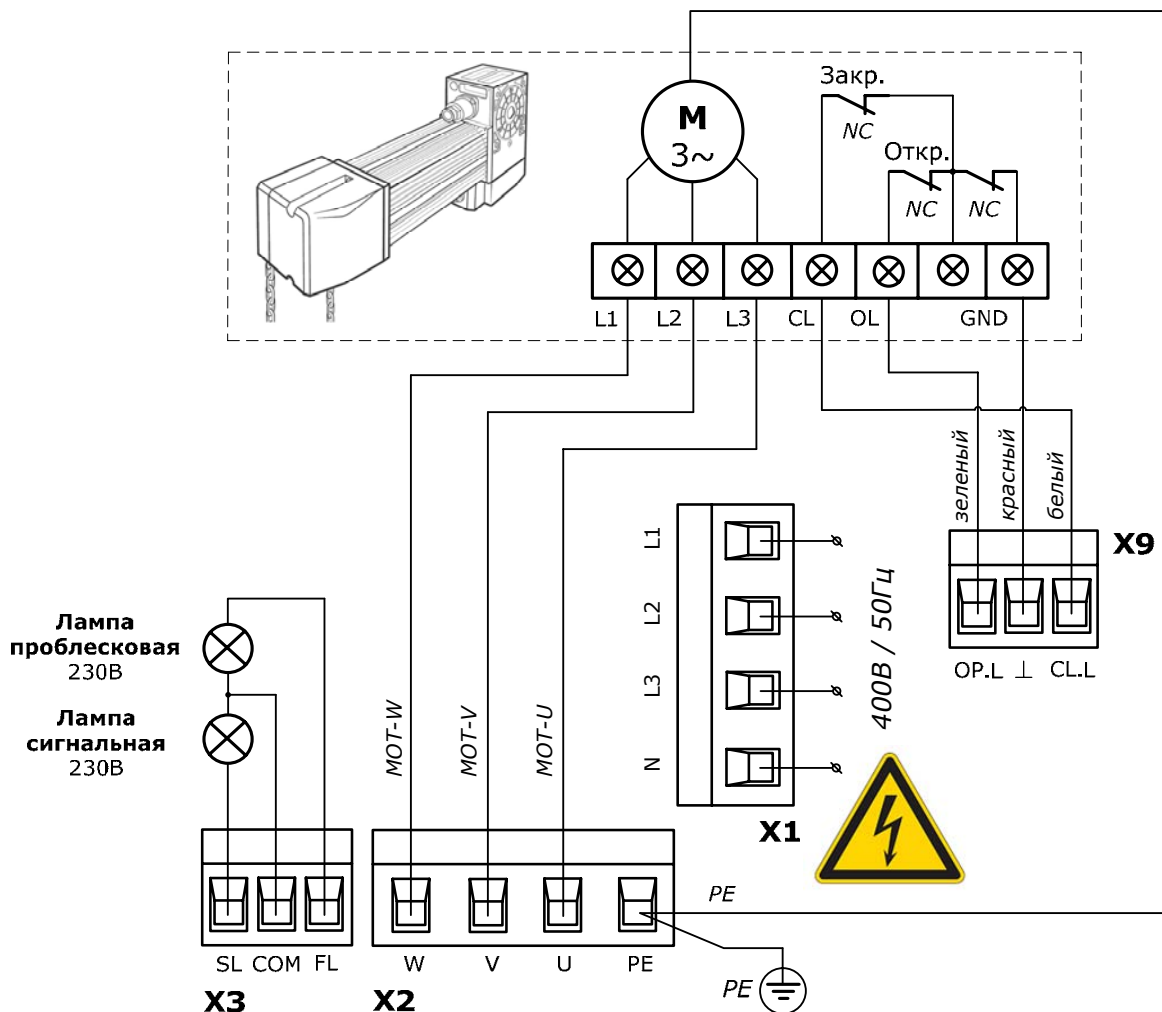
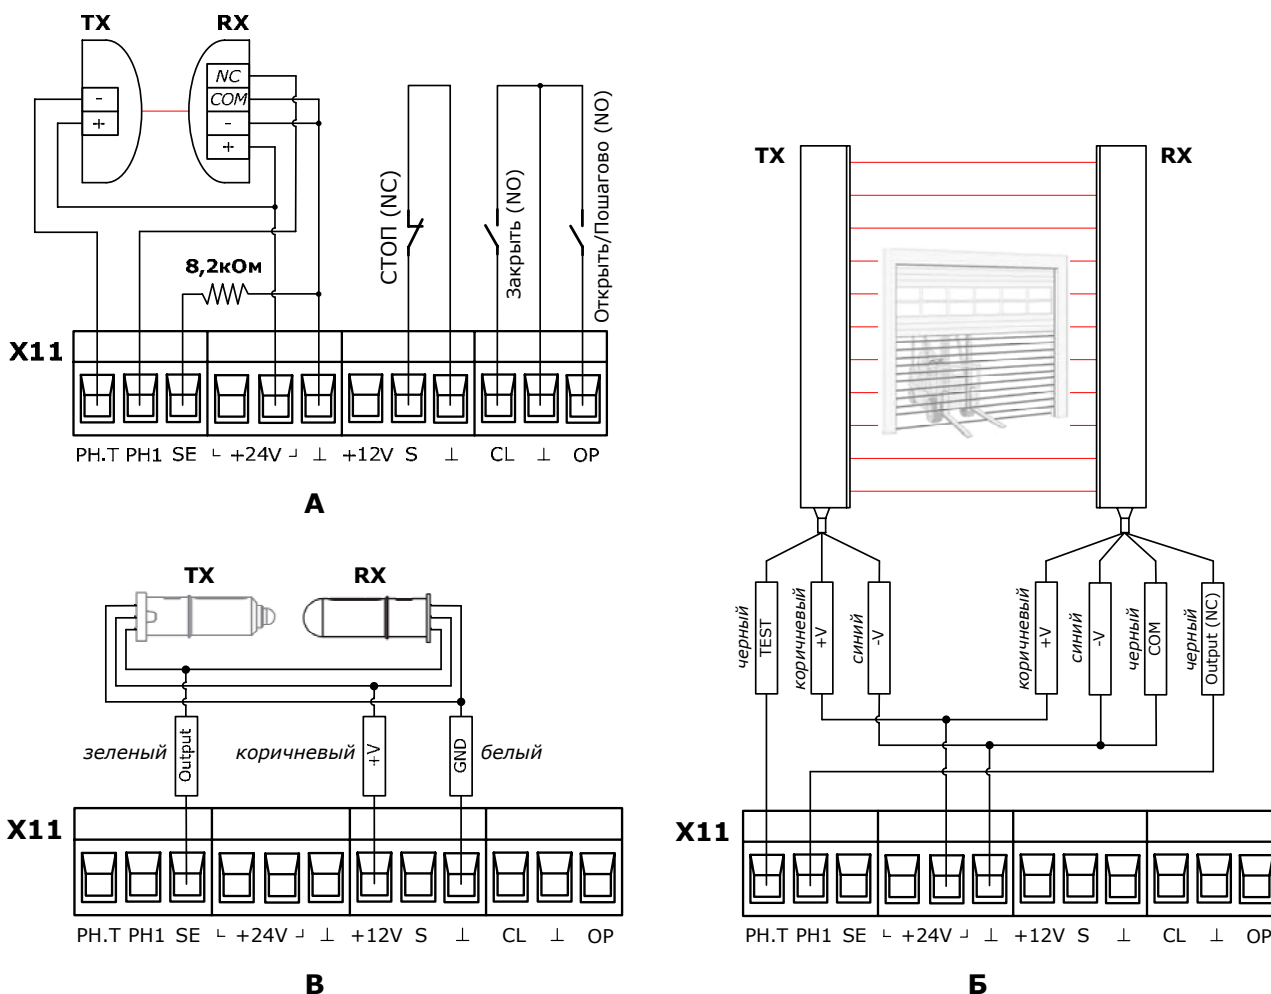
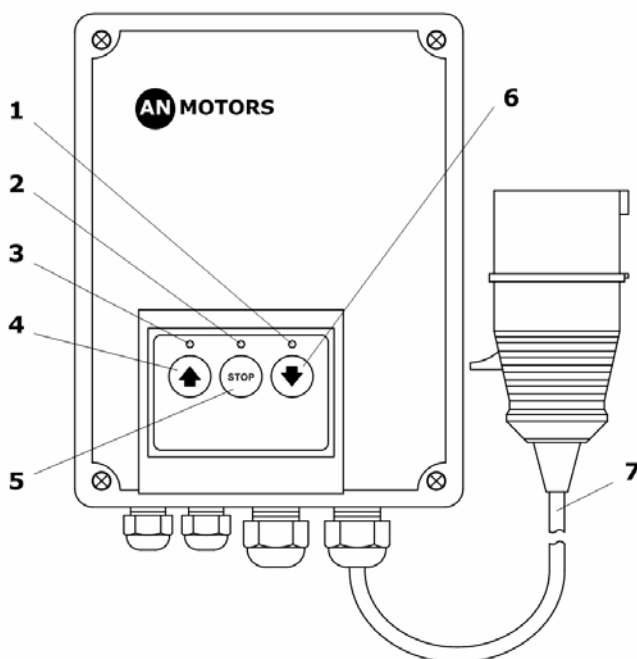

Рис. 3. Электрические подключения привода ASI100 к блоку управления
Рис. 4. Электрические подключения дополнительных устройств к блоку управления
Рис. 5. Лицевая сторона блока управления CUID-400
При подключениях электродвигателя и выключателей конечных положений привода ASI100 (Рис. 3) используйте предлагаемые кабели из комплекта привода, четырехжильный (4G1,5мм²) и трехжильный (3×0,5мм²) соответственно.
Для управления открытием и закрытием ворот к блоку управления подключаются устройства с «нормально-открытым контактом» (Рис. 4А): кнопки, выключатели и т.п. Управление от устройств подключенных к клеммам «OP» и «⊥» осуществляется в последовательности выбранного режима работы (см. раздел «5. Настройки»): «Открыть - Стоп...» в ручном режиме и полуавтоматическом 2; «Открыть - Стоп - Открыть - Стоп...» в полуавтоматическом 1; полное открытие в автоматическом. Управление от устройств подключенных к клеммам «CL» и «⊥» осуществляется в последовательности «Закрыть - Стоп - Закрыть - Стоп ...». Если для управления открытием или закрытием установлено несколько устройств, то они должны быть подключены параллельно.
Для немедленной остановки ворот при открытии и закрытии к блоку управления привода могут быть подключены устройства с «нормально-закрытым контактом» (Рис. 4А): датчик калитки, датчики ослабления тяговых тросов и т.п. Подключение устройств безопасности необходимо производить к клеммам «S» и «⊥». Если для немедленной остановки ворот в приводе установлено несколько устройств, то они должны быть подключены последовательно.
Выходная цепь приемника (RX) фото-устройств (Рис. 4А, Рис. 4Б) должна быть подключена к клеммам «РН1» и «⊥». Цепь питания приемника (RX) и передатчика (TX) фото-устройств подключается к клеммам «+24V» и «⊥». В случае реализации проверки работоспособности фотоэлементов (ФОТОТЕСТ) цепь питания передатчика (TX) фотоэлементов подключается к клеммам «+24V» и «РН.Т» (Рис. 4А). Для реализации проверки работоспособности фотополосок (ФОТОТЕСТ) специальный провод TEST передатчика (TX) фотополосок подключается к выходу «РН.Т».
В случае подключения фотоэлементов и фотополосок с разными алгоритмами проверки работоспособности (Рис. 4А и 4Б) функция ФОТОТЕСТ возможна только для одного из них, соответственно вход «РН.Т» может быть задействован только для фотоэлементов или только для фотополосок.
Для обеспечения защиты от заземления воротами к блоку управления может быть подключен датчик безопасности нижней кромки полотна ворот (система чувствительный край) – резистивный датчик 8,2кОм (Рис. 4А) или оптоэлектронный датчик / оптодатчики (Рис. 4Б). Выбор подключенного устройства в настройках блока управления сделайте согласно раздела «5. Настройки».
Для сигнализации о движении ворот к блоку управления может быть подключена проблесковая лампа (Рис. 3) 230В, макс. 100Вт. Проблесковая лампа подключается к клеммам «FL» и «СОМ» разъема Х3. Лампа может работать в двух режимах – без предварительного мигания и с предварительным миганием (см. раздел «5. Настройки»).
Для сигнализации о полностью открытых воротах может быть подключена сигнальная лампа (Рис. 3) 230В, макс. 100Вт. Сигнальная лампа подключается к клеммам «SL» и «СОМ» разъема Х3, горит при полностью открытых воротах.
К блоку управления привода могут подключаться другие устройства, отличные от вышеуказанных, например, универсальный приемник радиуправления и др. Цепи питания дополнительных устройств могут быть подключены к клеммам «+24V» и «⊥» (Рис. 4), номинальное напряжение на которых 24В постоянного тока. Максимальное значение тока для всех подключенных к клеммам «+24V» и «⊥» устройств не должно превышать 100мА.
Блок управления CUID-230 оснащен сетевым шнуром (Рис. 5). Для подключения блока управления к сети предварительно подведите стационарную розетку. Розетка должна находиться возле места установки блока управления в легкодоступном месте. Все подключенные к блоку управления кабели и провода должны быть надежно зафиксированы кабельными вводами блока управления.
- С помощью кнопок управления 4 и 6 (Рис. 5) проверьте, что движение полотна ворот осуществляется в требуемых направлениях, при открытии ворот на дисплее модуля управления индикация «Г[↑]», при закрытии «Г[↓]». Рекомендуется использовать ручной режим в настройках работы привода (см. раздел «5. Настройки»). Если направление вращения выходного вала привода не совпадает с требуемым, отключите электрическую сеть (извлеките вилку сетевого шнура блока управления из розетки) и поменяйте местами провода подключения на клеммах «W» и «V» разъема X2 (Рис. 3).
<p>Режим работы Выбранный режим устанавливает определенную логику работы привода:</p> <p>1 - ручной. Открытие и закрытие ворот осуществляется только при нажатии и удержании устройств управления подключенных соответственно к входам «OP» и «CL» (Рис. 4А), а также при нажатии и удержании соответственно кнопок  и  лицевой панели блока управления (Рис. 5). Команды от пультов радиуправления игнорируются. Устройства безопасности активны (см. раздел «4.2. Подключение дополнительных устройств»).</p> <p>2 - полуавтоматический 1. При кратковременном нажатии устройств управления подключенных к входу «OP» (Рис. 4А) или кнопки  (Рис. 5) движение ворот осуществляется в последовательности "... Открыть - Стоп - Закрыть - Стоп - Открыть...". При кратковременном нажатии устройств управления подключенных к входу «CL» или кнопки  движение ворот осуществляется в последовательности "...Закрыть - Стоп - Закрыть - Стоп ...". Управление движением ворот от пультов радиуправления (АТ-4 и АТ-4m) осуществляется в последовательности "... Открыть - Стоп - Закрыть - Стоп ...". Устройства безопасности активны (см. раздел «4.2. Подключение дополнительных устройств»)</p> <p>3 - полуавтоматический 2. При кратковременном нажатии устройств управления подключенных к входу «OP» (Рис. 4А) или кнопки  (Рис. 5) движение ворот осуществляется в последовательности "... Открыть - Стоп - Открыть - Стоп ...". При кратковременном нажатии устройств управления подключенных к входу «CL» или кнопки  движение ворот осуществляется в последовательности "... Закрыть - Стоп - Закрыть - Стоп ...". Управление движением ворот от пультов радиуправления АТ-4m системы радиуправления «AN-Motors» осуществляется в последовательности "... Открыть - Стоп - Закрыть - Стоп ...". Пульты радиуправления АТ-4 не используйте. Устройства безопасности активны (см. раздел «4.2. Подключение дополнительных устройств»).</p> <p>Заводская настройка</p> <p>4 - автоматический. После полного открытия ворот по истечении установленной в настройках времени паузы (см. настройку «Время паузы») происходит автоматическое закрытие. Срабатывание устройств управления, подключенных к входу «OP» (Рис. 4А) или кнопки  (Рис. 5), а также от записанных пультов существующей системы радиуправления (АТ-4), вызывает полное открытие ворот, при этом до полного открытия ворот команды от указанных устройств управления игнорируются; срабатывание данных устройств управления во время отсчета времени паузы до автоматического закрытия ворот вызывает сброс времени паузы и отсчет времени паузы сначала; при закрытии ворот управляющая команда вызывает остановку движения. При кратковременном нажатии устройств управления подключенных к входу «CL» или кнопки  дви-</p>
<p>FL</p>	<p>Фототест При включенной настройке выполняется проверка работоспособности фотоустройств безопасности закрытия (фотозащитные элементы или фотодатчики), передатчик которых подключен к выходу «PH.T», а приемник к входу «PH1» модуля блока управления привода (Рис. 4А, Рис. 4Б):</p> <p>□ - выключено для фотозащитных элементов. Заводская настройка</p> <p> - включено для фотозащитных элементов ("прямой" Фототест). В начале движения блоком управления непродолжительно выключается напряжение питания на передатчике TX (Рис. 4А) фотозащитных элементов и проверяется реакция приемника RX фотозащитных элементов. Если проверка не выполнена, то закрытие ворот блокируется. На дисплее блока управления появляется индикация «FL»</p> <p>2 - выключено для фотодатчиков</p> <p>3 - включено для фотодатчиков ("инверсный" Фототест). Предназначена для фотоустройств со специальным выходом «TEST» (фотодатчики, фотодатчики и т.п.) В начале движения блоком управления непродолжительно замыкается контакт «TEST» и контакт «-V» передатчика TX (Рис. 4Б) и проверяется реакция приемника RX. Если проверка не выполнена, то закрытие ворот блокируется. На дисплее блока управления появляется индикация «FL».</p>
<p>Датчик безопасности нижней кромки Выбирается тип подключенного датчика безопасности нижней кромки полотна ворот (система чувствительный край), обеспечивающего защиту от заземления воротами при закрытии:</p> <p>1 - оптоэлектронный датчик (Рис. 4В) 2 - резистивный датчик (Рис. 4А). Заводская настройка</p>